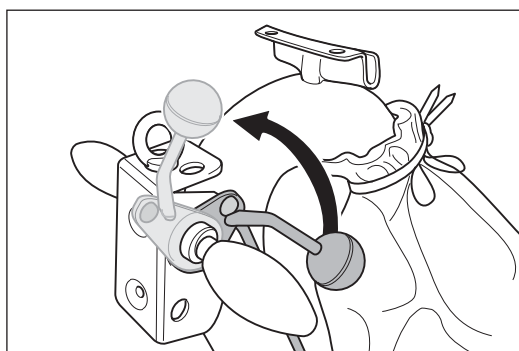

Abb. 14 Den Ablasshebel am Handgriff bis zum Anschlag nach oben ziehen. Dadurch wird die Schleifwalze vom Boden abgehoben.
- Vor dem Einschalten der Maschine immer die Schleifwalze vom Boden abheben (Abb. 14)!
1 Ziehen Sie den Ablasshebel am Handgriff bis zum Anschlag nach oben (Abb. 14). Dadurch wird die Schleifwalze vom Boden abgehoben.
- Vor dem Einschalten der Maschine **immer** die Schleifwalze vom Boden abheben (Abb. 14)!
- 1 Ziehen Sie den Ablasshebel am Handgriff bis zum Anschlag nach oben (Abb. 14)!**
- 1 **Ziehen Sie den Ablasshebel am Handgriff bis zum Anschlag nach oben (Abb. 14)!**